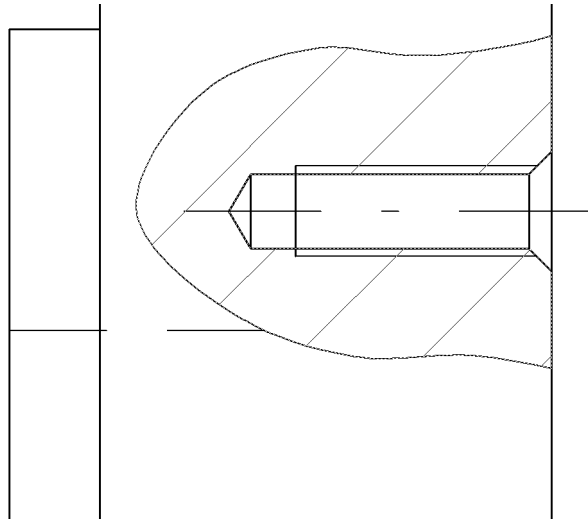

Рис. 51.100.
5. Нажмите кнопку **Штриховка** и укажите точку внутри области (рис. 51.100).